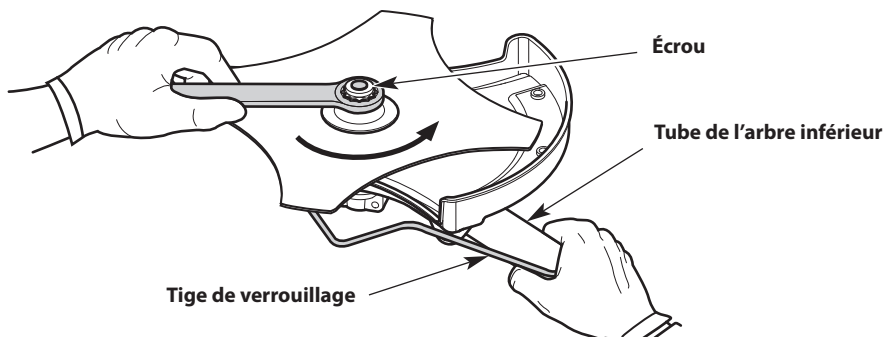

Fig. 18
7. Au moyen d'une clé, serrez l'écrou dans le **sens antihoraire** (Fig. 18) :